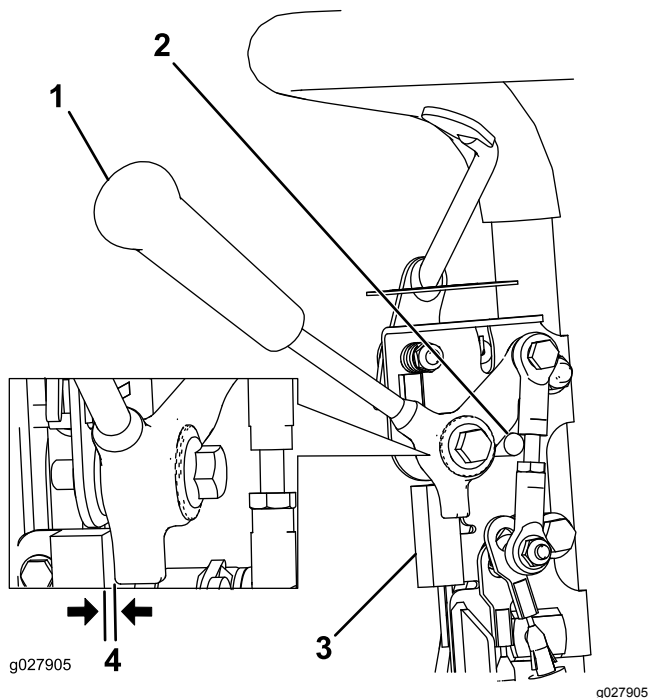

Figura 36
1. Certifique-se de que o motor está desligado e que a alavanca de tração está desengatada e colocada na paragem em ponto morto (Figura 36).
2. Desaperte as juntas de montagem do interruptor de segurança (Figura 36).
3. Coloque uma cunha de 0,8 mm entre a alavanca de tração e o interruptor de segurança (Figura 36).